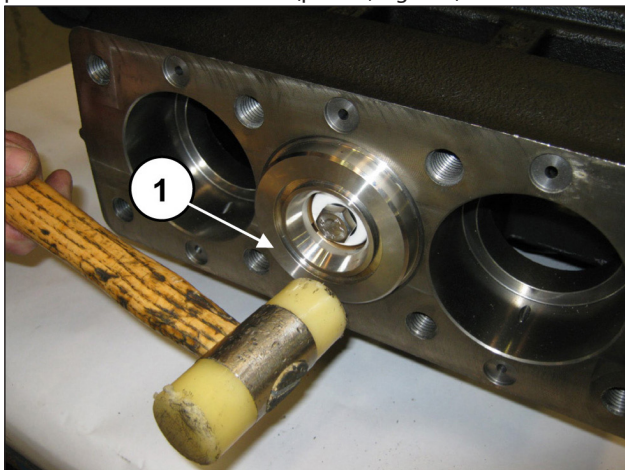

Fig. 186
Certifique-se de que o bloco da camisa - suporte chegue a se posicionar no fundo do local (pos. ①, Fig. 186).